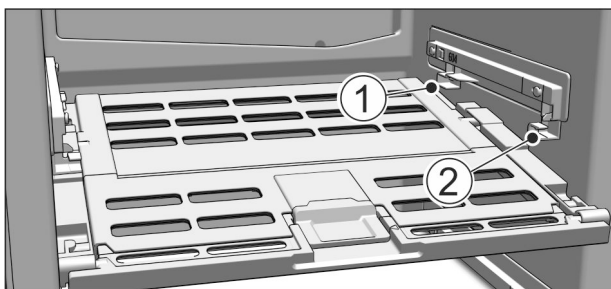

Fig. 16
▶ 装入水果和蔬菜长久保鲜盖子：将桥形接片由下方导入后部固定支架 Fig. 16 (1) 内并卡在固定支架 Fig. 16 (2) 的前部。